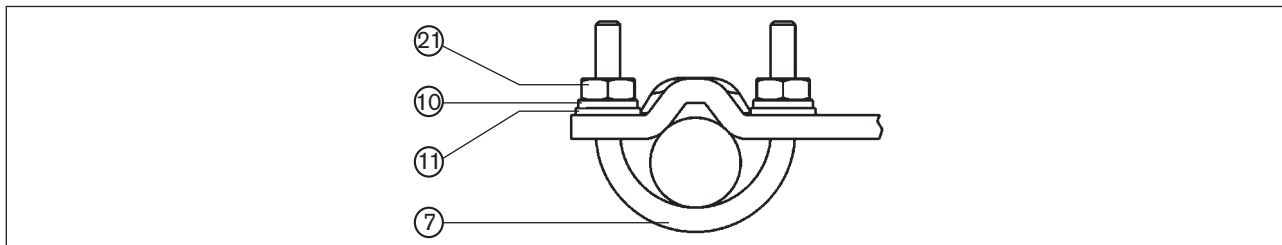

Bild 26: Positioner mit Anbauwinkel befestigen; bei Antrieben mit Säulenjoch
→ Anbauwinkel mit den U-Bolzen ⑦, Scheiben ⑪, Federringen ⑩ und Sechskantmuttern ⑳ am Säulenjoch befestigen (siehe „Bild 26“).